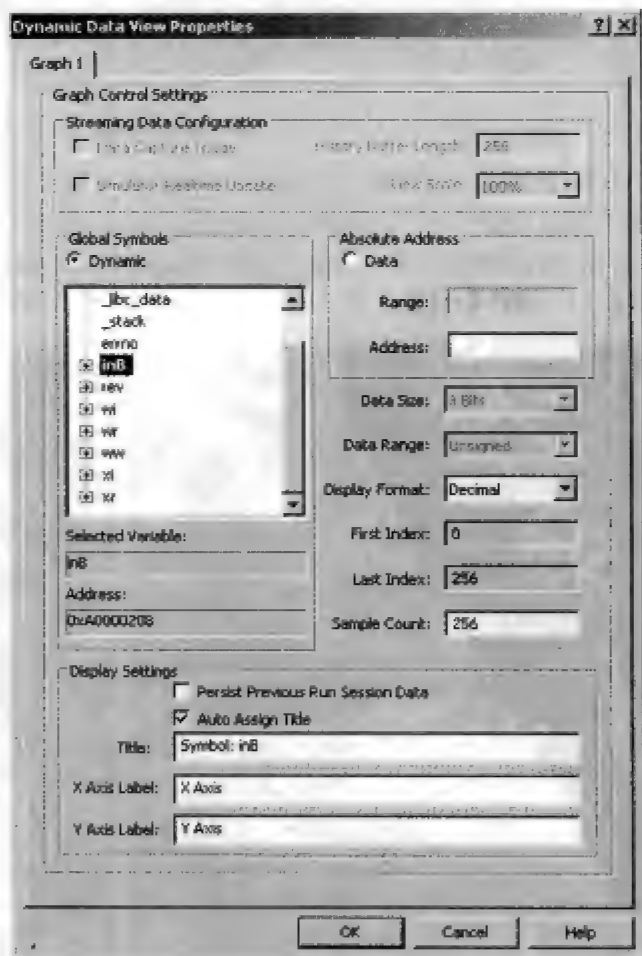

图 7-13 DCMI 的 Dynamic Data View Properties 对话框
- (1) 单击 Dynamic Data View 选项卡。
- (2) 选择 Graph1 选项框。
- (3) 在 first graph 上单击, 激活上下文菜单。
- (4) 选择 Configure Data Source (参见图 7-13)。
- (5) 在 Global Symbols (全局符号列表) 中选择 inB 缓存。
- (6) 单击 OK 按钮。